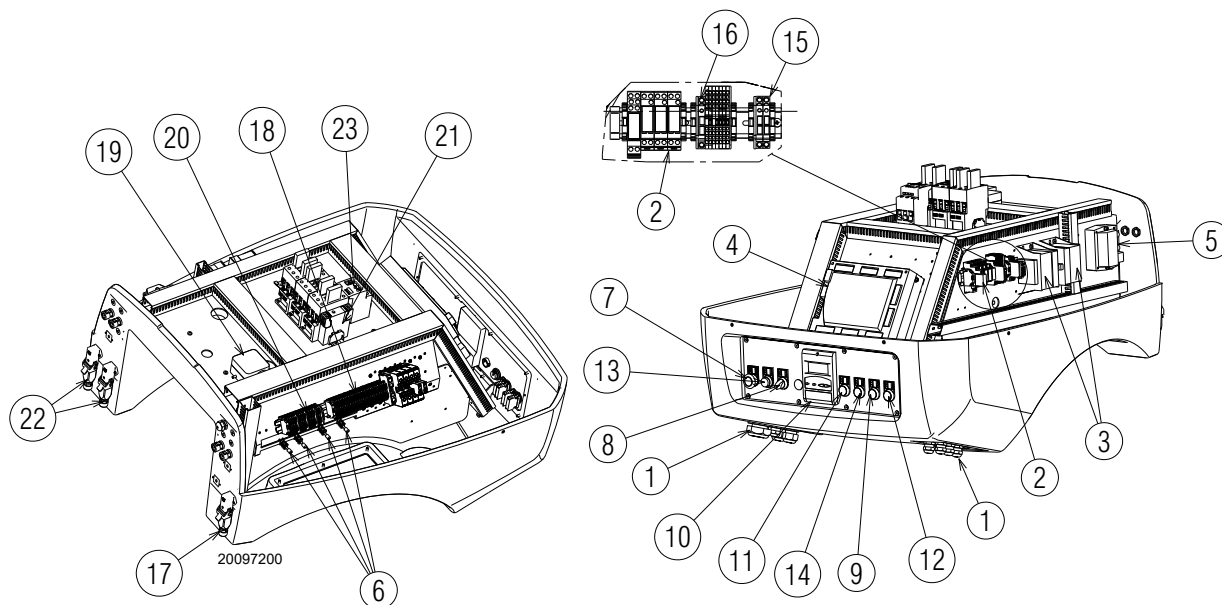

Fig. 6
- **Blocco controllo fiamma:** l'accensione del pulsante 13)(Fig. 6) (**led rosso**) avverte che il bruciatore è in blocco. Per sbloccare premere il pulsante 13)(Fig. 6).